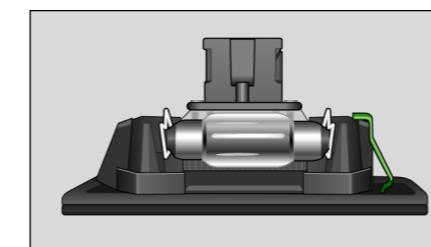

图 299 牌照灯：固定凸肩
- 先将带固定条 ⇒ 第 253 页, 图 299 的一侧装入, 并小心地将牌照灯压入开口中。